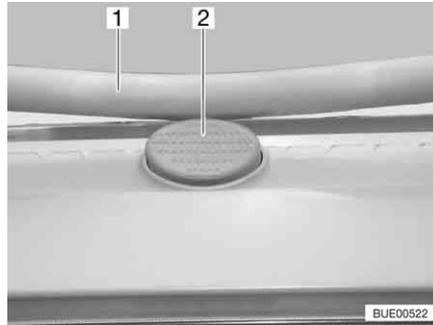

Fig. 18 Botón de seguridad en la claraboya inclinable
- Pulsar el botón de seguridad (Fig. 18,2) y tirar la horquilla (Fig. 18,1) hacia abajo con ambas manos.
- Presionar el estribo hacia arriba con ambas manos hasta que la horquilla se encuentre encima del botón de seguridad (Fig. 18,2).